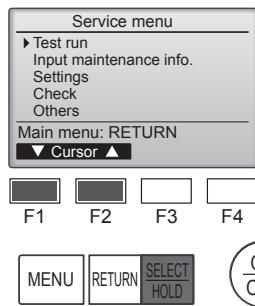

Fig. 7-1
- Dans le Menu SAV, sélectionnez "Test run" (Test fonctions) puis appuyez sur la touche [SELECT/HOLD]. (Fig. 7-1)